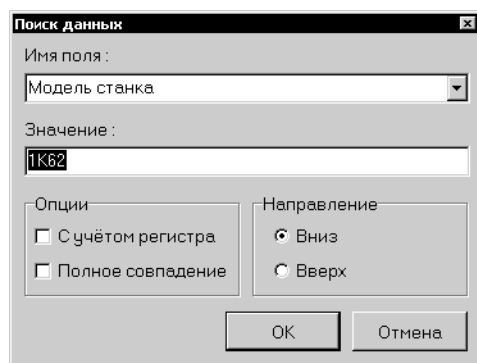

Рис. 3.33. Однокритериальный поиск данных
- ▼ Простейший (однокритериальный) поиск производится процедурой, запускаемой нажатием кнопки **Найти запись** на инструментальной панели, или комбинацией клавиш **<Ctrl> + <F>**. На экран загружается форма (рис. 3.33), позволяющая назначить критерий и поле, по которому необходимо вести поиск.